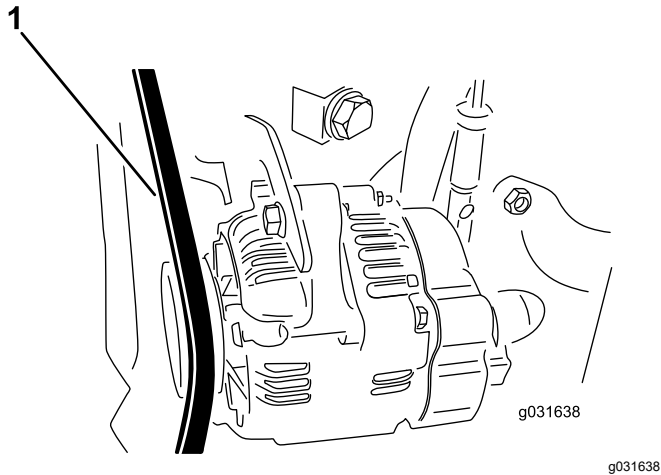

图 61
2. 向交流发电机皮带的两个皮带轮中间位置施加30N 的力量图 61。